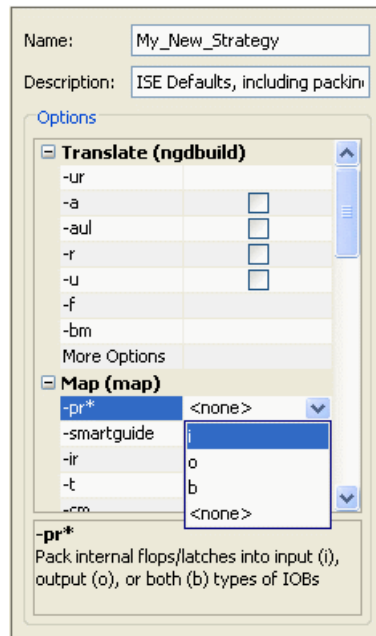

図 3-27 : コマンド オプションと説明
- コマンド オプション エリア (右側) をクリックし、プルダウン メニューからオプションを選択します。図 3-27 のように、使用可能なコマンド オプションの値がプルダウン メニューに表示されます。